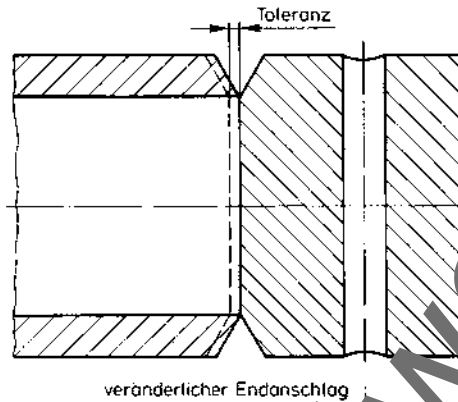

Bild 3. Toleranzbegrenzung durch veränderlichen Endanschlag.
- eingeengte Toleranzen (Bild 3) [2],